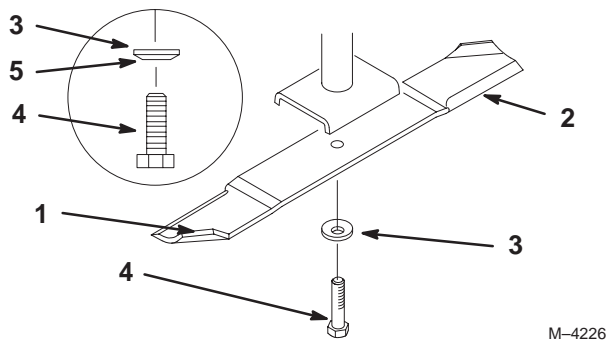

Figure 32
Tenez la lame à son extrémité avec un chiffon ou un gant épais. Retirez le boulon, la rondelle élastique et la lame de l'axe de la lame (Fig. 32).
- Vérifiez l'équilibre de la lame en la plaçant sur un équilibreur (Fig. 34). Si la lame reste horizontale, elle est équilibrée et peut être utilisée. Si la lame est déséquilibrée, limez un peu l'extrémité de la partie incurvée seulement (Fig. 32). Répétez la procédure jusqu'à ce que la lame soit équilibrée.
- Placez la lame sur l'axe (Fig. 32).
- Installez la rondelle élastique et le boulon de la lame. Le cône de la rondelle élastique doit être dirigé vers la tête du boulon (Fig. 32). **Serrez le boulon de la lame à 115–150 Nm.**